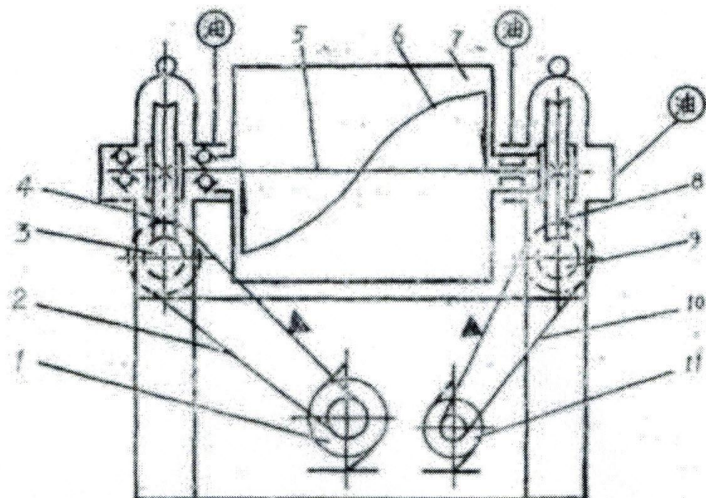

рис.1 Схема привода
3. Перед первым запуском необходимо смазать точки смазки, указанные на рис. 1 (шестерни внутри коробки червячного колеса уже смазаны). После этого, дать оборудованию поработать холостую около получаса, проверить, не ослабло ли крепление деталей.